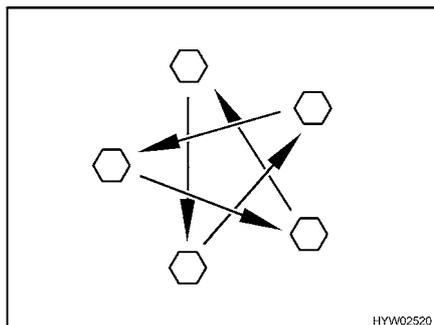

Fig. 245 Serrare a croce i dadi o i bulloni delle ruote
- Controllare regolarmente il serraggio dei dadi o dei bulloni. Regolare a croce (Fig. 245) il serraggio dei dadi o dei bulloni di una ruota sostituita dopo circa 50 km.
- ▷ Serrare a croce i dadi o i bulloni delle ruote (Fig. 245).